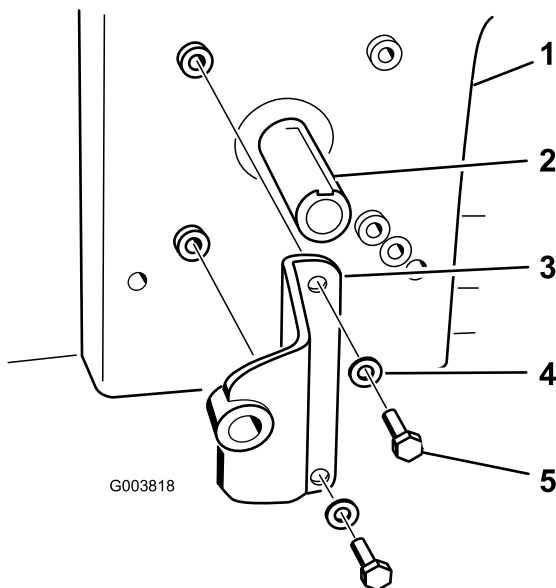

Bild 18
4. Befestigen Sie die Pumpenhalterung mit zwei Schrauben (5/16" x 3/4") und zwei Scheiben (3/8") an der Pumpenhalterung. Siehe Bild 18 für die richtige Stelle für das Montieren der Pumpenhalterung.